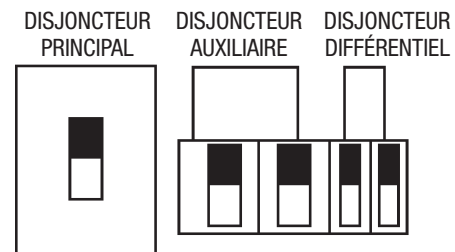

Figure 51. Disjoncteurs (Marche) Princ. Aux. et GFCI
12. Placez les disjoncteurs **principal**, **GFCI** et **aux.** dans la position de marche **ON** (Figure 51).